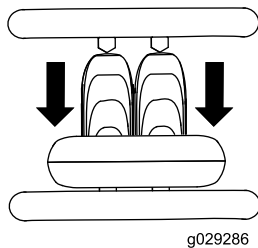

Bild 8
- Bewegen Sie den Fahrmanipulator nach hinten, um rückwärts zu fahren (**Bild 8**).